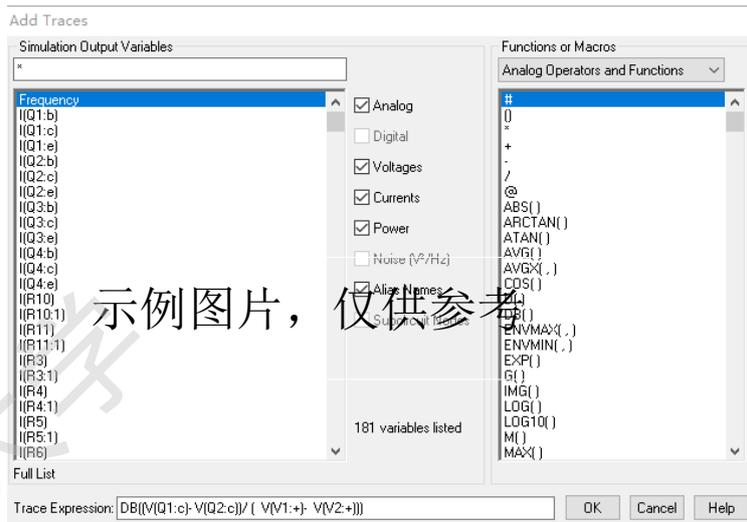
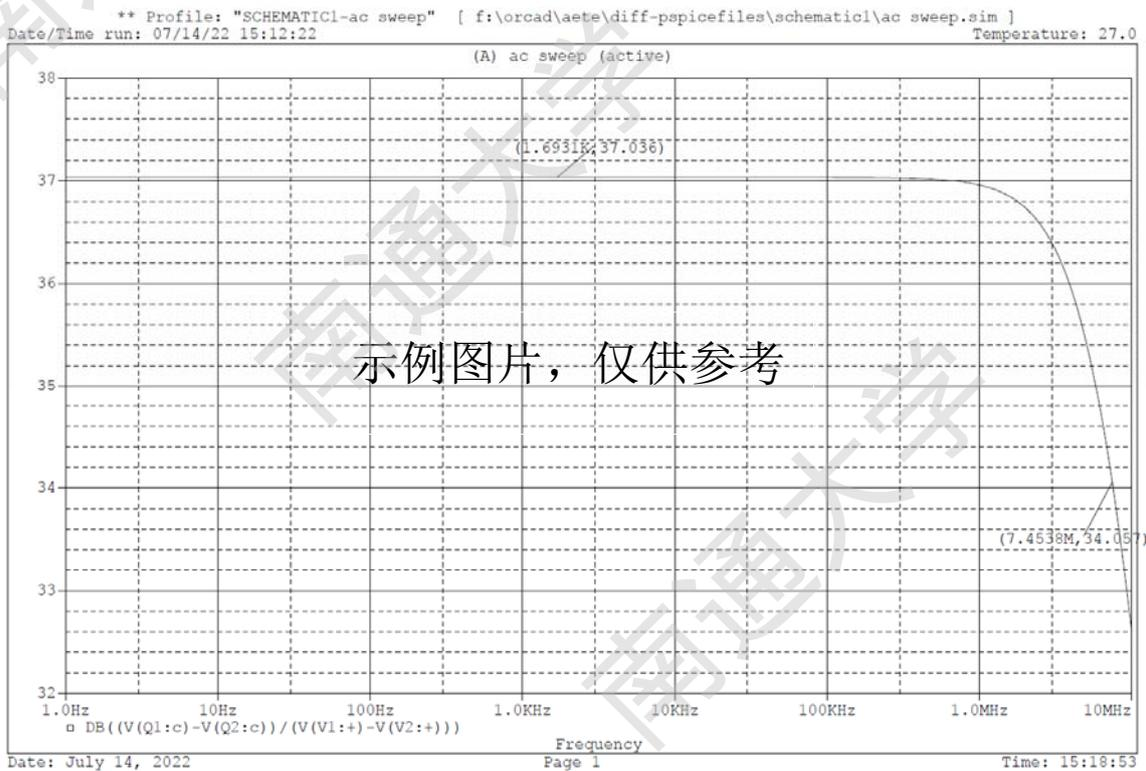

图4.17 增益仿真参数设置
图4.18 放大电路增益（幅频响应）波形与带宽
(2) 运行仿真，点击确定，按run 。添加波形，Add Trace...，如图4.17，在Trace Expression输入DB公式，点击“OK”，弹出波形，如图4.18。选择游标工具（Cursor），在中频区读取增益峰值，并使用“Mark Label”标记出此时频率与增益值，数值文本框可移动，防止被网格线遮挡，影响阅读。移动光标线，使之指向下降3DB（纵坐标从约37DB降到约34DB）处，从图4.19中读出在下降到34.057时横坐标为7.4538M，对应上限频率  $f_H$ 。即带宽  $BW = f_H - f_L$  为7.4538M。
(3) 将数据记录到表4.2。